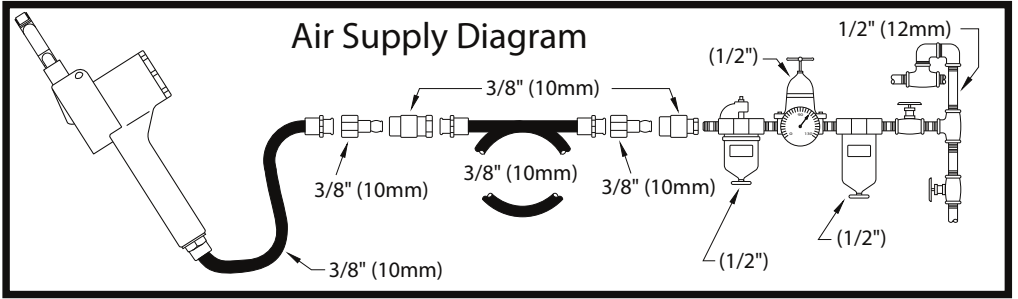

Fig. 01
- Connect device as shown in Fig. 01.
- To start the machine, pull the trigger (A). Machine speed is increase by increasing pressure on the trigger. Release the trigger to stop.
- Das Gerät wird in Abb. 01 gezeigt anschließen.
- Um die Maschine zu starten, muss der Auslöser (A) gezogen werden. Der Druck auf den Abzug bestimmt die Geschwindigkeit des Motors. Um die Maschine zu stoppen, den Auslöser wieder freigegeben.